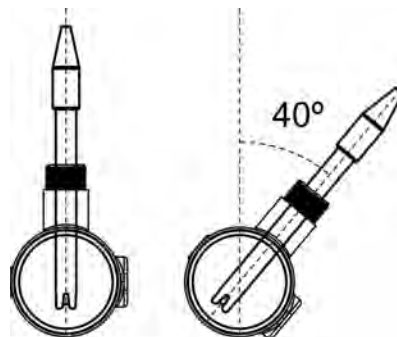

Fig. 13
4. **Installez toujours la sonde de pH référément verticale ou avec une inclinaison maximale de 40° (Fig. 13).**